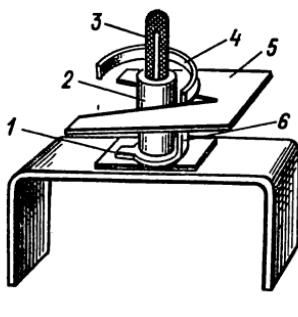

Рис. 21. Припайка пружины
**Замена стальных пружин.** Пружины со временем теряют свои упругие свойства и не возвращают стрелку в нулевое положение. Старую пружину удаляют и заменяют аналогичной новой. Внутренний конец пружины защищают, удерживая его в пинцете, и облуживают. Пружину 4 припаивают к неподвижному пружинодержателю 6 паяльником (рис. 21). Пружину устанавливают в паз шаблона 5, отстоящего от основания приспособления 1 на толщину пружинодержателя, обеспечивая надежное зацепление. Конец керна 2 защищен колпачком 3.